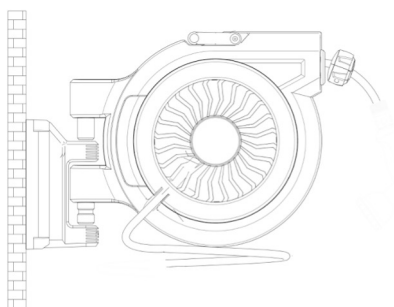
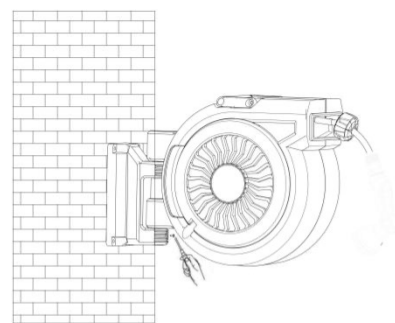

fig.3
fig.4
5. Ligue o carretel ao suporte de montagem. (Fig. 3) (Fig. 4)